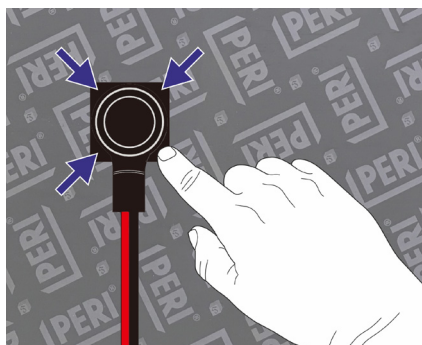

Fig. 08
3. Appuyer fermement les bords du capteur contre le support. (Fig. 08)